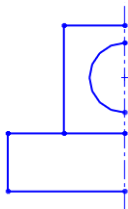

图 2-117 镜像前的图形
- 03 单击激活【要镜像的实体】拾取框，使其变为蓝色，然后选择如图 2-117 所示的图形，作为镜像源。